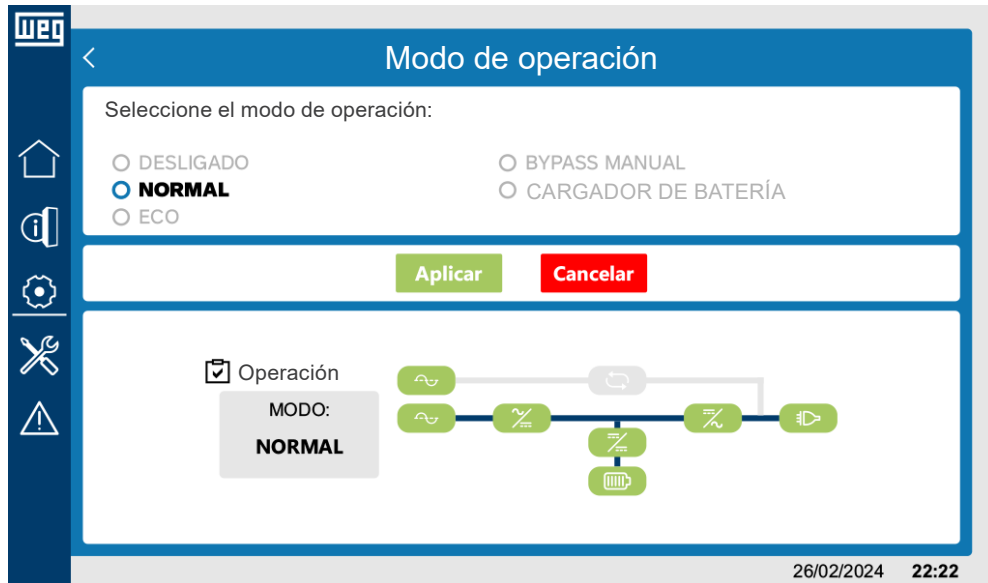

Figura 6.27: Sinóptico en el modo de operación normal con batería conectada
- Modo normal con batería conectada: Figura 6.27 en la pagina 6-21.